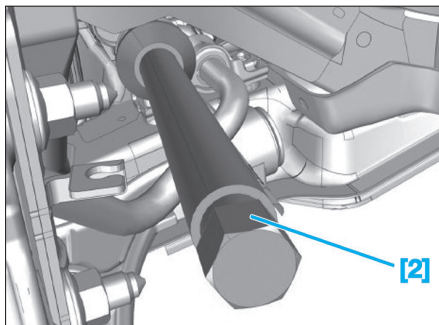

Fig. 13
- Mettre en place la clé à rouleur [2] (Fig.13).